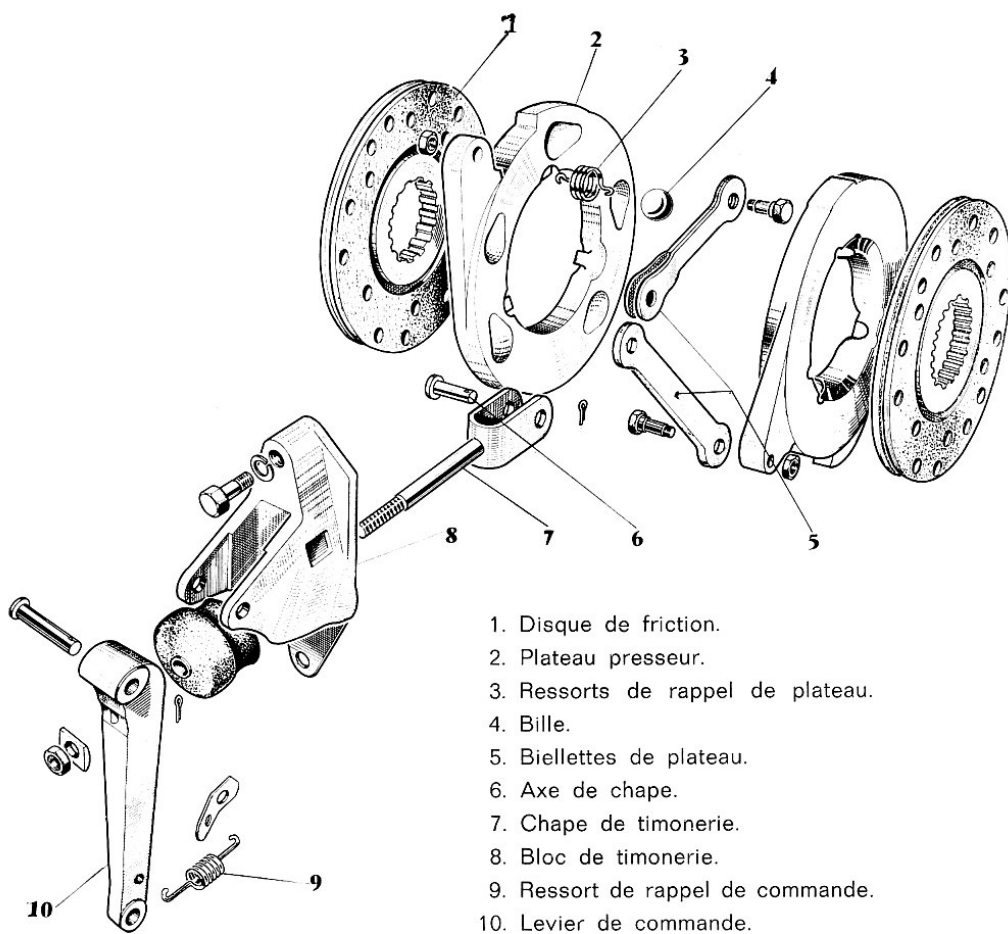

Fig. 2
- 1° Enlever la goupille fendue et l'axe (fig. 2, rep. 6) reliant les biellettes à la chape.
- 2° Décrocher les ressorts (fig. 2, rep. 3) et recueillir les billes d'acier (rep. 4).